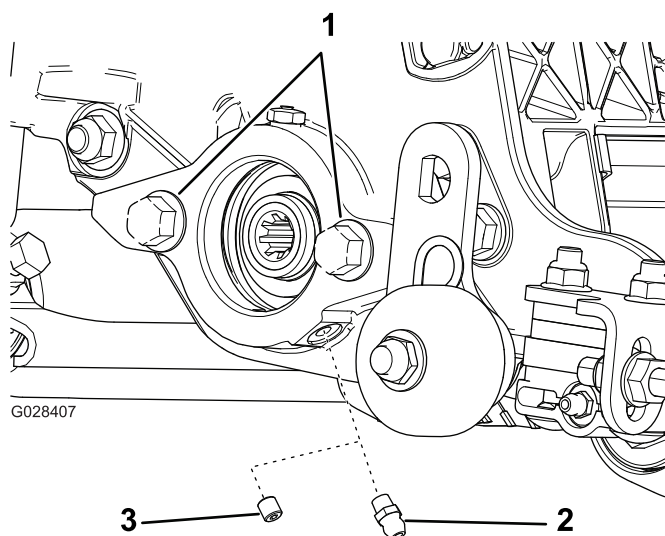

Рисунок 5
1. Выверните и удалите в отходы установочный винт боковой пластины двигателя барабана (Рисунок 5).
2. Установите прямую масленку (Рисунок 5).
3. Если на боковой пластине двигателя барабана нет винтов, установите их (Рисунок 5).